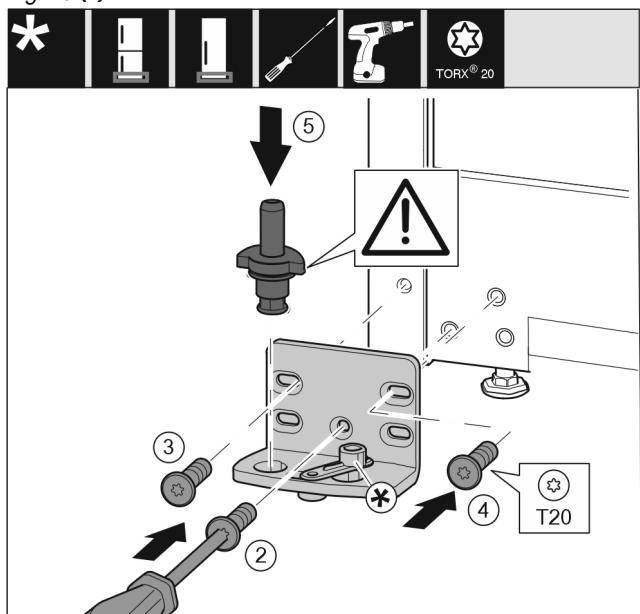

Fig. 14
- ▶ Uždėkite atraminę gembę kitoje pusėje ir prisukite, naudodami atsuktuvą T20. Su varžtu 2 pradėkite apačioje viduryje. Fig. 14 (2)
- ▶ Tvirtai prisukite varžtus 3 ir 4. Fig. 14 (3,4)
- ▶ Įstatykite visą atraminę gembę. Atkreipkite dėmesį į tai, kad fiksavimo kumštelis būtų nukreiptas į galą. Fig. 14 (5)